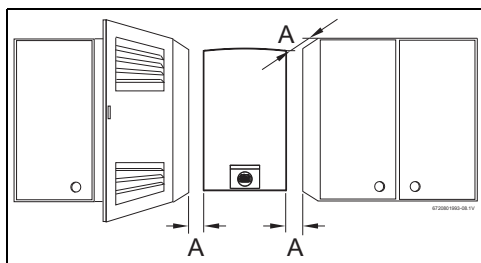

Fig. 21 Distanze minime (mm)
- ▶ Rispettare le misure minime d'installazione indicate nella Fig. 21.
- ▶ Assicurare la buona accessibilità durante i lavori di manutenzione, rispettando le distanze minime indicate nella Fig. 21.